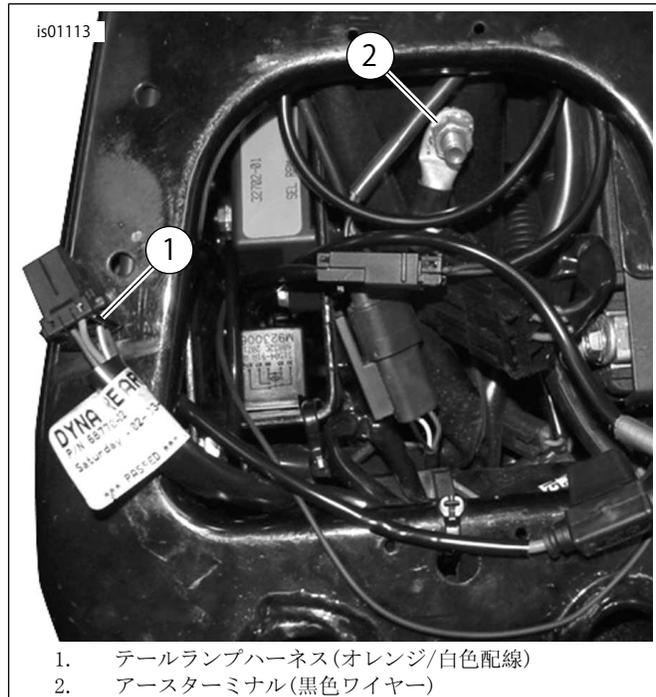

図2. 電源とアース接続部(Dynaモデル)
3. 「図2」を参照。アース位置に容易に届く長さにヒートッドハンドグリップワイヤーハーネスの黒色ワイヤーを切り、そのワイヤーの先端をリングターミナルに圧着します(サービスマニュアルの付録にパッカー製クランプピングツールの説明がありますので、それに従ってください)。
2. 「図2」を参照。アクセス可能ポイントにあるサイドカバー内部のメインハーネスの覆いのエリアを慎重に切り開き、オレンジ/白色のメインハーネス電源リードを切ります。